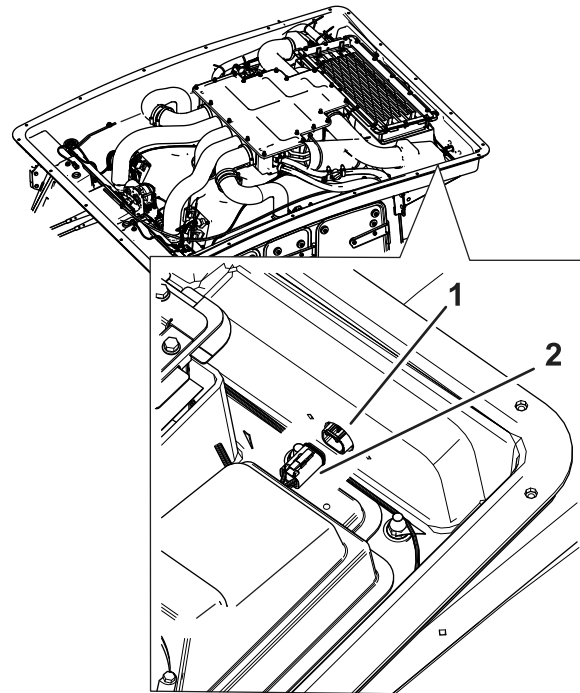

Figura 11
4. Conecte las luces de advertencia traseras al arnés de cables (Figura 11).